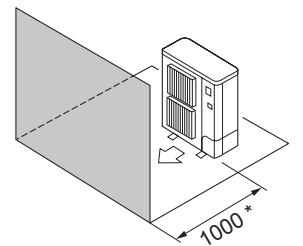

Fig. 2-10
- ④ Alleen obstakels aan de voorzijde (Fig. 2-10)